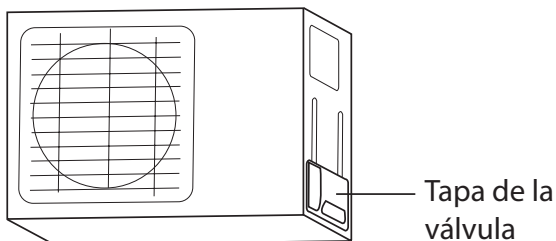

Fig. 5.9
1. Desatornille la tapa de la válvula de servicio en el lado de la unidad exterior. (Consulte la Fig. 5.9 )